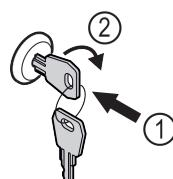

Fig. 177
- 按入钥匙 Fig. 177 (1)。
- 将钥匙顺时针转动 90° Fig. 177 (2)。